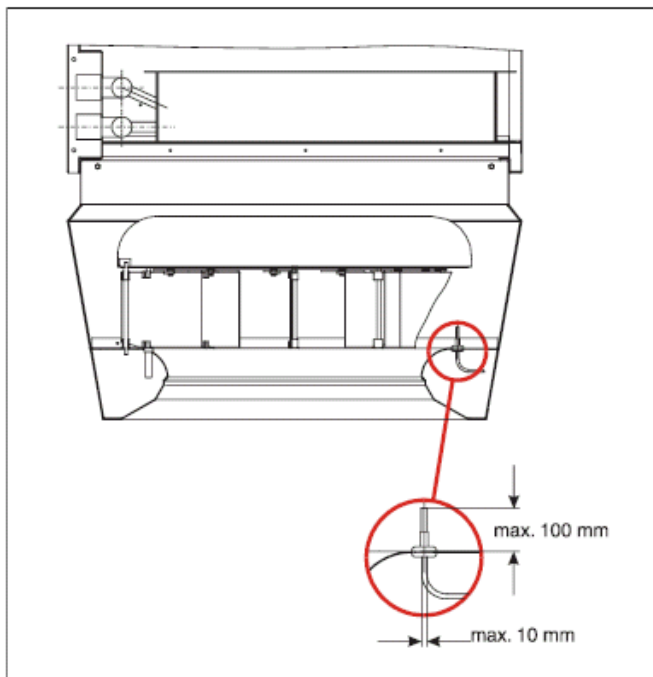

Рис. 1: Расположение датчика приточного воздуха в воздухораспределителе
- Если в воздухораспределителе производится установка нефирменного датчика температуры приточного воздуха, то необходимо использовать миниатюрный датчик. Он монтируется в имеющееся отверстие с противоположной стороны от подачи воды (см. рис.1). При ином расположении датчика температуры приточного воздуха в воздухораспределителе может происходить неправильный съем температуры приточного воздуха; кроме того, датчик может помешать регулировке направляющих лопаток вентилятора!